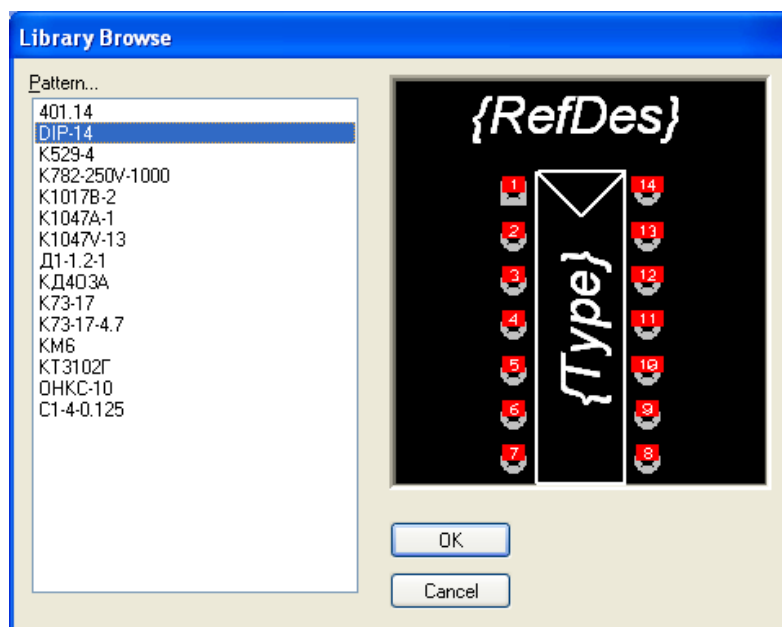

Рисунок 3.11 - Выбор посадочного места **DIP14**
- В результате появится диалоговое окно *Component Information* (см. рис. 3.3). В этом окне нажать кнопку **Select Pattern** и в появившемся окне *Library Browse* выбрать посадочное место для этой микросхемы **K511ПУ2** (рис. 3.11). В списке имеющихся посадочных мест выбрать **DIP14** и нажать кнопку **OK**.